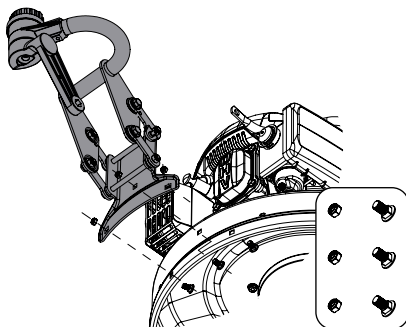

Рис. 3. Установка кронштейна переднего колеса
- установите кронштейн переднего колеса. Совместите отверстия в кронштейне и деке газонокосилки, вставьте в отверстия со стороны внутренней части деки болты с квадратным подголовком и закрутите гайки (Рис. 3);